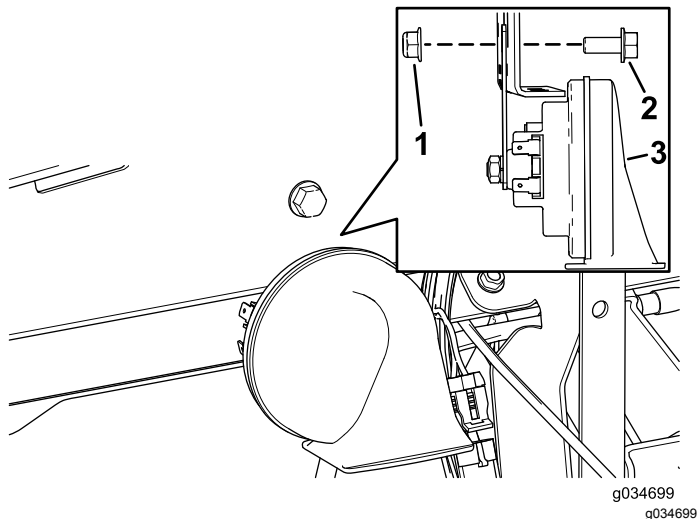

Bild 3
2. Befestigen Sie die 48-Volt-Hupe mit der Sechskantschraube (5/16" x 3/4") und der Bundmutter (5/16") im vorhandenen Loch im Armaturenbrett, wie in Bild 3 abgebildet.
Hinweis: Die Halterung an der Hupe und die Bundmutter (5/16") befinden sich an der Innenseite des Armaturenbretthalterung (Bild 3).